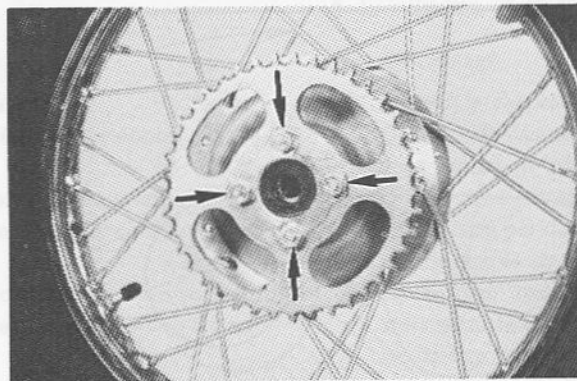

Fig. 5-5-3
Remove the securing bolts. Remove the lock washers and sprocket. (Fig. 5-5-3)
1. En utilisant un burin non tranchant, aplatir les languettes de rondelle de freinage de vis de fixation. Retirer les boulons de fixation. Enlever les rondelles de freinage et la roue dentée. (Fig. 5-5-3)